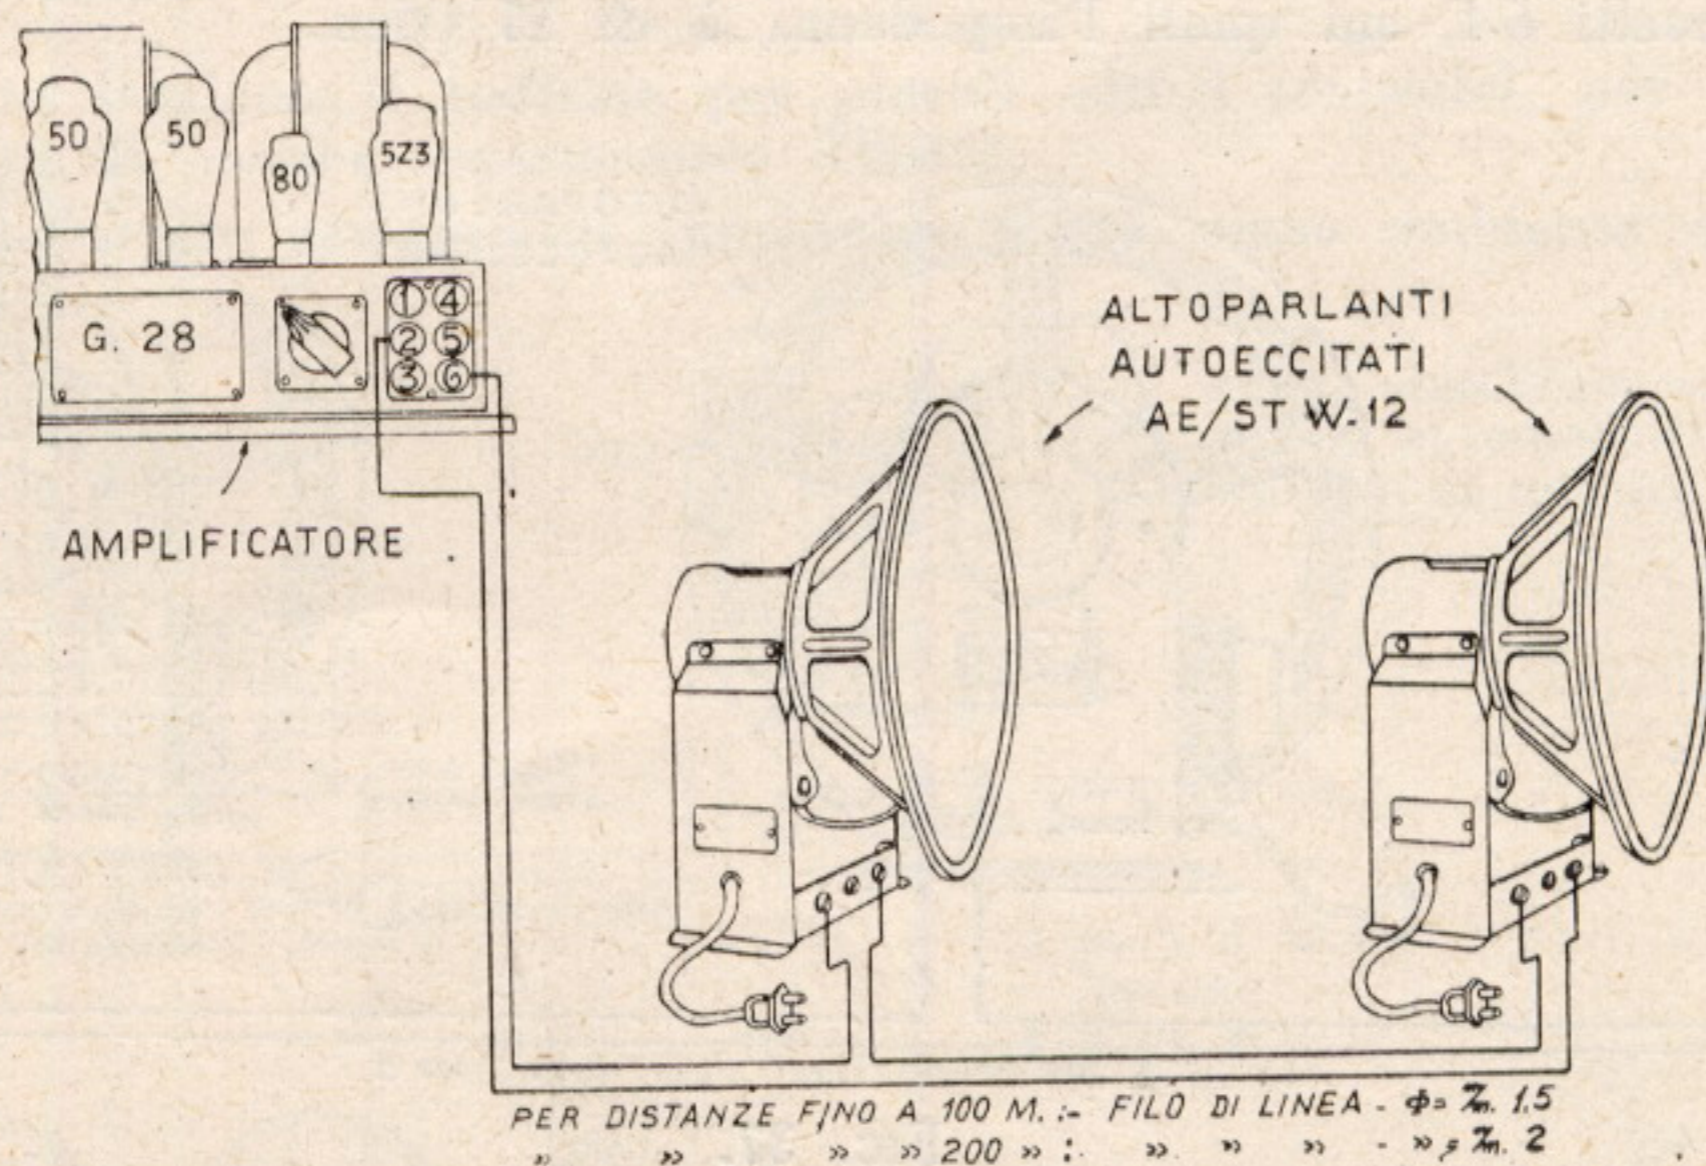

FIG. 35.
1. — Le due bobine mobili devono essere collegate in serie e l'attacco della linea (Fig. 35) deve effettuarsi ai morsetti 6-2 della morsettiera d'uscita dell'amplificatore. Se gli altoparlanti funzionano a breve distanza l'uno dall'altro e se hanno la stessa direzione, le rispettive bobine mobili devono lavorare in fase.